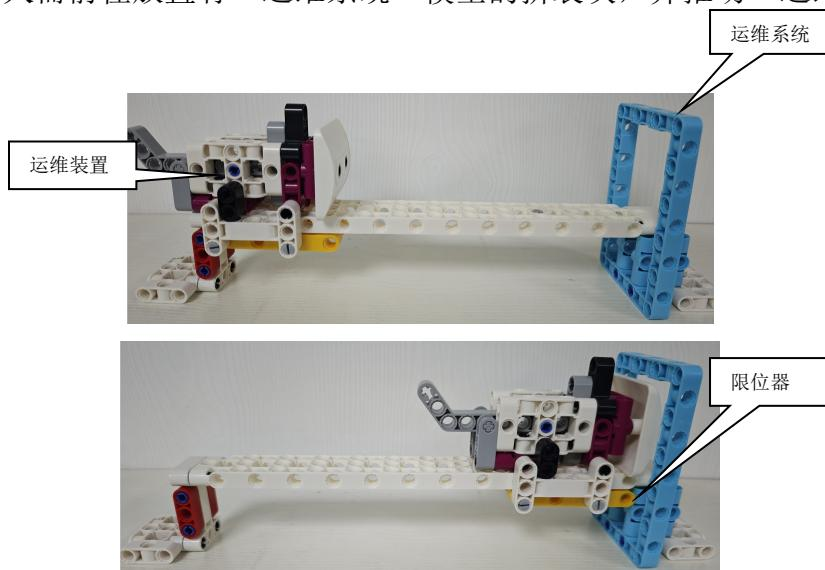

图 9 运维装置及任务完成图
**4.5.3** 机器人需前往放置有“运维系统”模型的拼装块，并推动“运维装置”；如图 9 所示。
**4.5.4** 若“运维装置”的与限位器如图 9（黄色与蓝色）接触，则记 30 分。